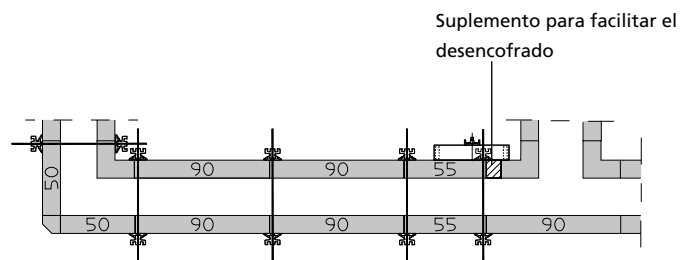

Fig. 69.3
■ Los muros de menos de 6 m requieren un suplemento para facilitar el desencofrado (Fig. 69.3), de lo contrario el encofrado podría agarrarse al desencofrar y se adheriría al concreto.